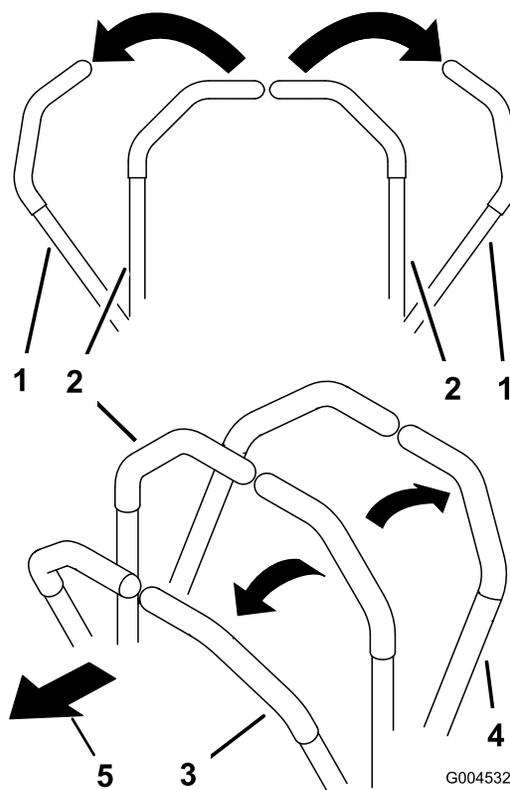

Figura 19
- Para mover para a frente, empurre as alavancas de controlo do movimento para a frente (Figura 19).
- Para mover para trás, puxe lentamente as alavancas de controlo do movimento para trás (Figura 19).
- Para rodar, desacelere a máquina puxando para trás ambas as alavancas e depois empurrando para a frente a alavanca do lado oposto daquele que quer virar (Figura 19).